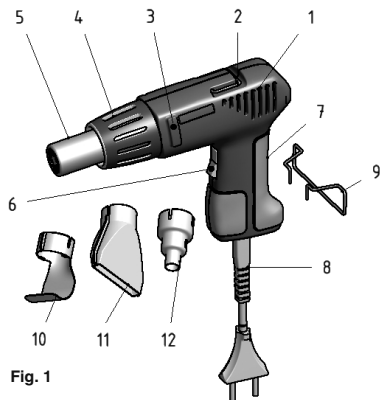

Fig. 1
### Legende (Fig. 1):
2. Gerät am Schalter (Pos. 6 Fig. 1) einschalten. Sie können das Gerät mit zwei verschiedenen Temperaturstufen betreiben. Dazu einfach nur die passende Schalterstellung I oder II auswählen. So können Sie die Temperatur optimal an die Arbeitsaufgabe und die Materialien anpassen.
Am Gehäuse sind kleine Erhebungen (Pos. 3 Fig. 1) angebracht, auf denen die Pistole abgelegt werden kann. Diese sorgen dafür, dass der Luftstrahl immer etwas nach oben gerichtet wird. Bitte beachten Sie, dass es bei der Verwendung von bestimmten Vorsatzdüsen zu einer Berührung zwischen Ablagefläche und Düse kommen kann! Hier besteht Brand- und Schmorgerfahr!